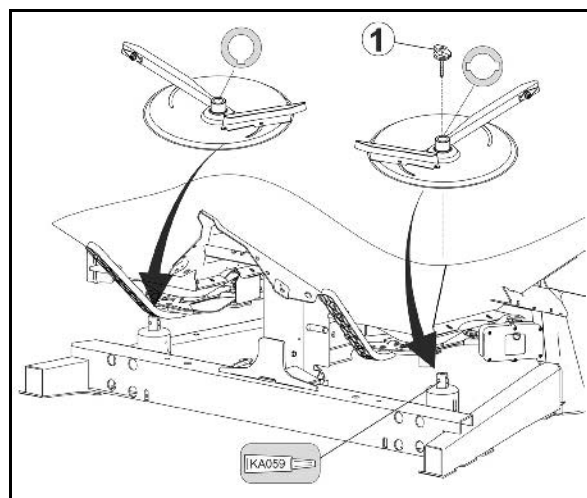

Fig. 42
1. Retirez l'écrou à ailettes (Fig. 42/1).